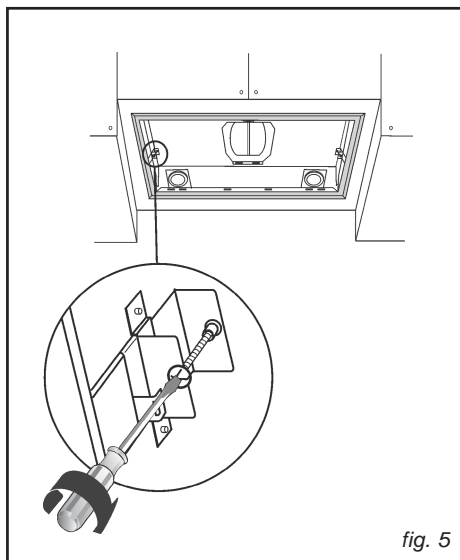
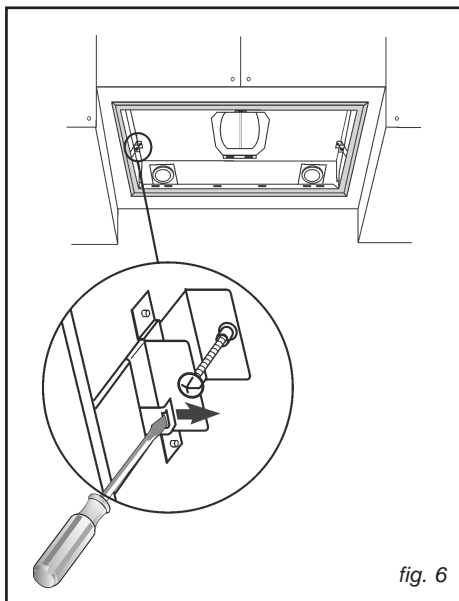

fig. 5
fig. 6
- Serrez les deux vis qui se trouvent à l'intérieur de l'appareil (Fig. 5), jusqu'à ce que celui-ci soit parfaitement intégré. Eviter de serrer trop fort les vis de manière à ce que les petits étriers métalliques restent en bonne position.
Dévisser les deux vis situées à l'intérieur de l'appareil (Fig. 5); déplacer les 2 languettes vers l'intérieur de l'appareil en utilisant les entailles appropriées (Fig. 6); extraire l'appareil de son siège.